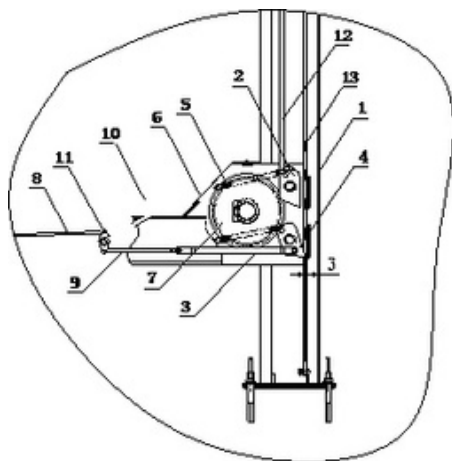

FIG.6
4.2.10 componente principal e a sua construção são apresentados na Fig.6